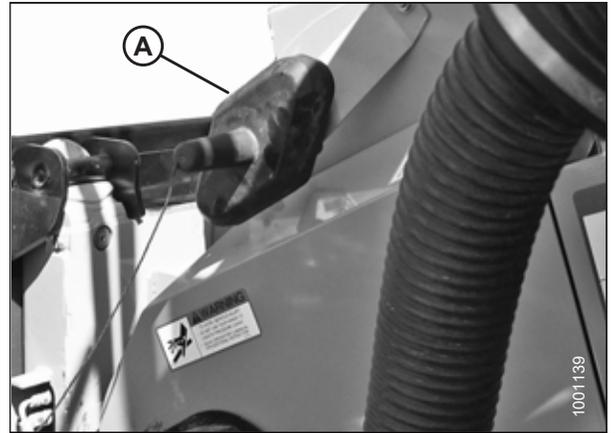

Figure 10.53: Capot du connecteur
- Placez le couvercle de la prise du module de flottement (A) sur la prise de la moissonneuse-batteuse, comme illustré sur la figure 10.53, page 435.